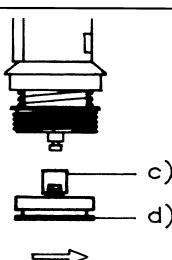

Fig. 6.2
2. See Fig. 6.2 Remove universal joint c) and plunger d) if required.
2. Siehe Abb. 6.2 Kardangelenk c) und Kolben d) von der Kolbenstange abmachen.
3. See Fig. 6.2 Assemble universal joint c) and plunger d).
3. Siehe Abb. 6.2 Kardangelenk e) und Kolben d) einhaken.
2. Voir Fig. 6.2 Dévisser le cylindre b), le dégager Séparer le cardan c) et le piston d) de la tige.
3. Voir Fig. 6.2 Assembler le cardan c) et le piston d).